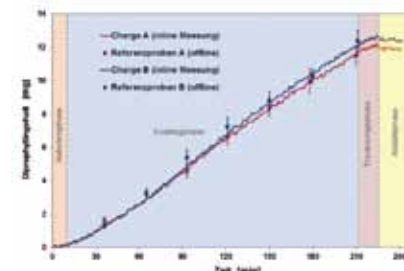

Abb. 4: Diprophyllingehalt bestimmt durch inline Ramanmessungen im Verlauf des Coating; Vergleich mit UV-Referenzwerten (MW±s; n=9)
A). Um die Güte des erstellten Modells zu testen, wurde eine weitere, unabhängige Charge gecoatet (Charge B). Abbildung 4 zeigt das Ergebnis der beiden Coatingversuche: Die durch das Modell aus den online Ramandaten vorhergesagten Diprophyllingehalte stimmen gut mit den tatsächlich offline gemessenen Referenzwerten überein. Der RMSEP für Charge A lag bei 0,26 mg und für Charge B bei 0,43 mg Diprophyllin. Die Ramanspektroskopie kann als geeignetes PAT-Instrument zur Verfolgung des Wirkstoffauftrags auf Tabletten im Trommelcoater eingesetzt werden.